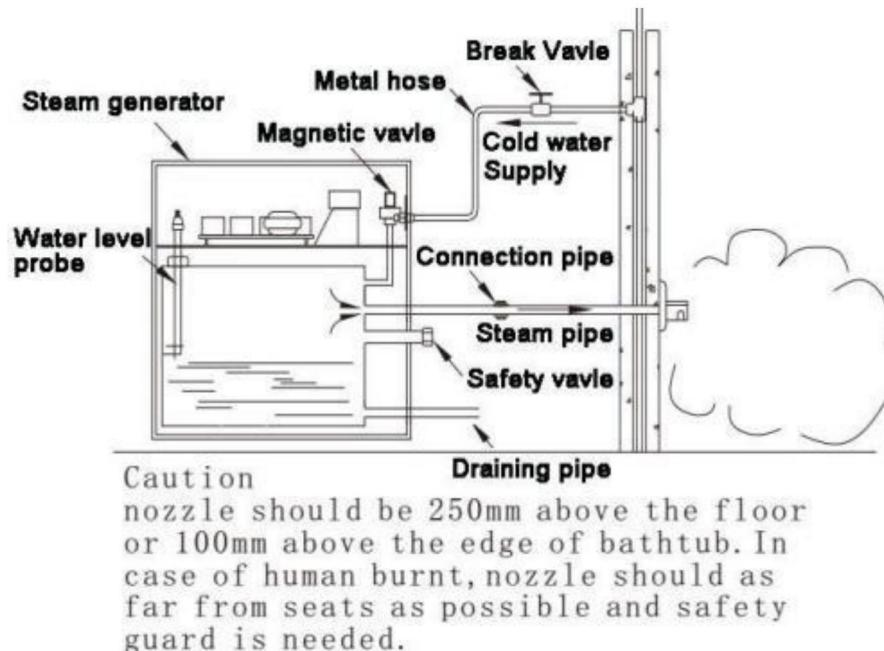

Abbildung 5 Installation des Dampferzeuger-Rohrleitungssystems
1. Das Wasserzulaufrohr, ein Metallschlauch mit 0,5 Zoll Durchmesser, verbindet den Wasserzulauf des Generators mit dem Ventil des Wasserversorgungssystems. (Abbildung 5)
(Die Verwendung von schwarzen Metallrohren oder verzinkten Rohren ist verboten, da diese die Wände rosten oder verschmutzen könnten.) Die Dampfleitung darf nicht länger als 3 Meter sein. Ist sie länger als 3 Meter, müssen spezielle Maßnahmen zur Wärmespeicherung durchgeführt werden. (Abbildung 5)